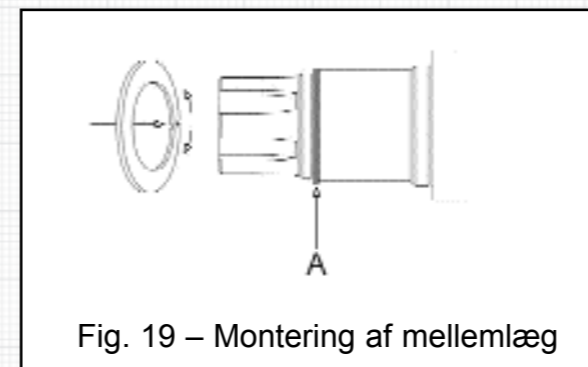

Fig. 19 – Montering af mellemlæg
- Mellemlæggene monteres ved at åbne dem lidt og lade dem glide på akslen op til skulderen (A) - se fig. 19. **BEMÆRK:** Nye mellemlæg har ikke udskæringer, så det vil være nødvendigt at klippe i dem med en saks, før de monteres, **(LH32 og LH34 mellemlæg er ikke splittede)**
- Montér mellemlæggene og fasthold dem med o-ringene (31). **(Der er ingen o-ring på LH32 og LH34 modeller)**
- Montér rotorerne igen og spænd holdeboltene (59) med det korrekte moment. Kontrollér endespillerummet og justér igen om nødvendigt.